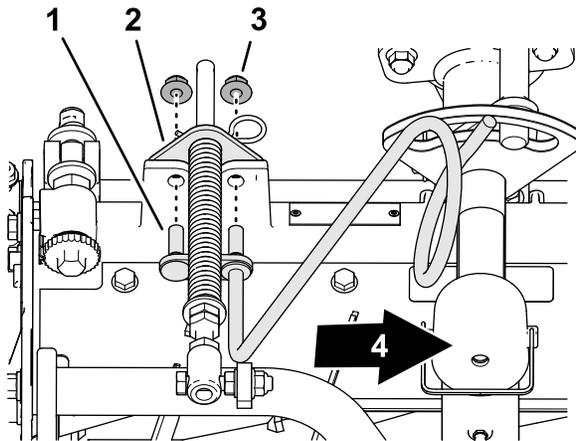

图 15
3. 将右软管导向架的螺柱与滚刀组架和草坪补偿支架上的孔对齐 (图 15)。